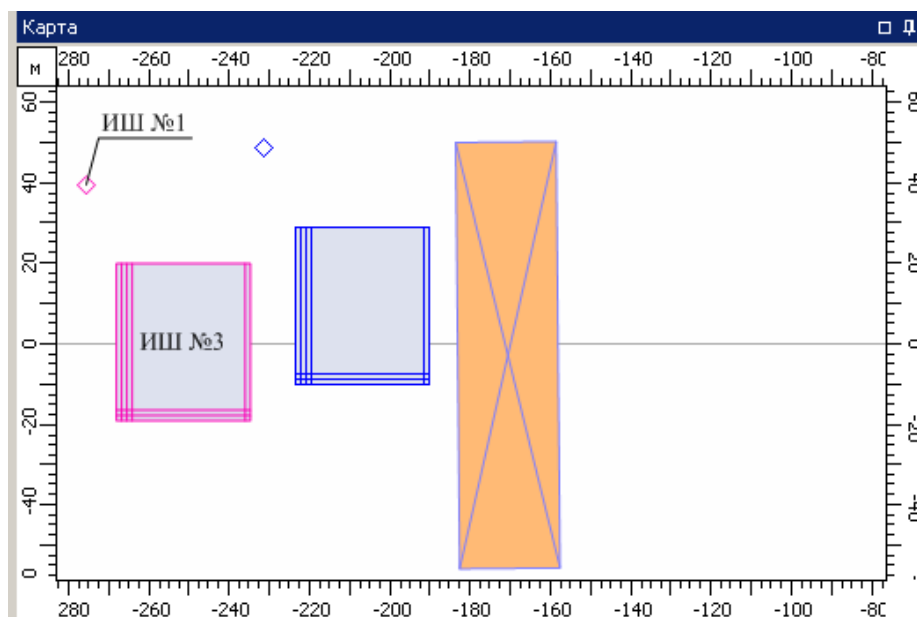
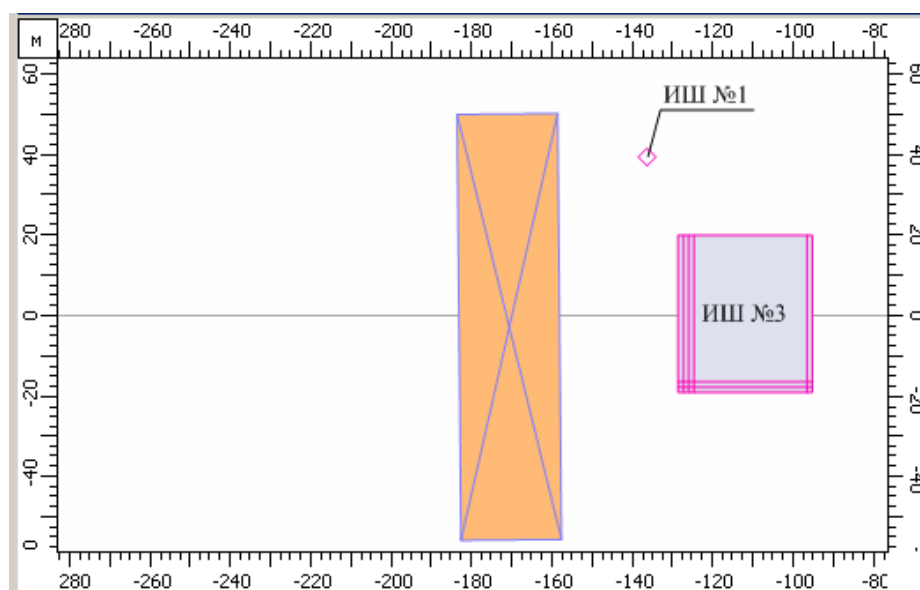

Рисунок 37. Процесс перемещения фигур ИШ №1 и ИШ №3 при удержанной кнопки мыши
Рисунок 38. Расположение фигур на карте после перемещения
- переместить курсор на область карты, на фигуру, которую необходимо переместить, нажать левую кнопку мыши и, удерживая ее, переместить фигуру в нужное место (Рисунок 37), после чего отпустить кнопку мыши, определив, тем самым, новое положение фигуры (см. рис. Рисунок 38).
На Рисунок 37 сиреневым цветом показаны выделенные фигуры (ИШ №1, ИШ №3), которые необходимо переместить. Синим цветом показаны контуры этих фигур, которые появляются при перемещении удержанной кнопки мыши по экрану.